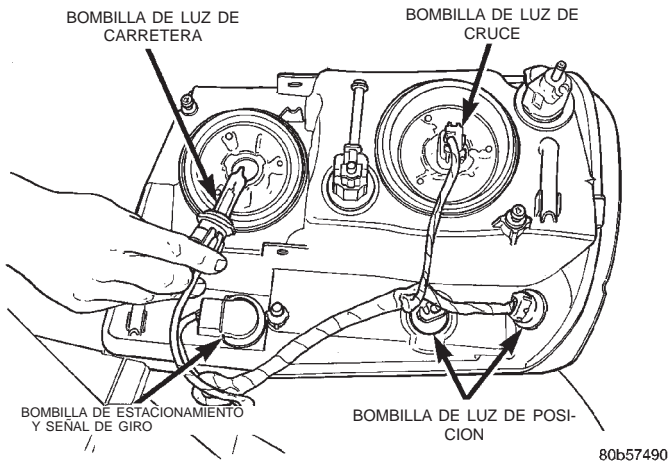

Fig. 1 Bombilla de faro
- (1) Retire el faro.
- (2) Gire el portalámparas un cuarto de vuelta hacia la izquierda.
- (3) Retire el portalámparas del faro (Fig. 1).
- (4) Extraiga la bombilla del portalámparas.